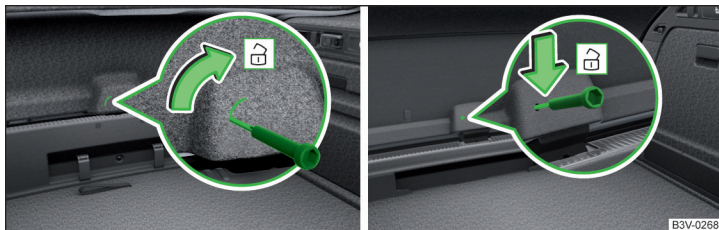

Abb. 355 Klappe entriegeln: Variante 1 / Variante 2
- › In die Aussparung bzw. Öffnung in der Klappenverkleidung » Abb. 355 einen Schraubendreher oder ein ähnliches Werkzeug bis zum Anschlag einführen.